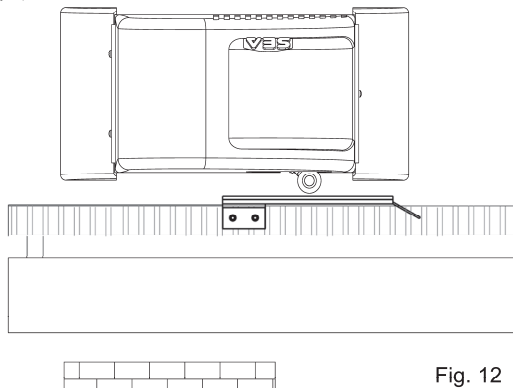
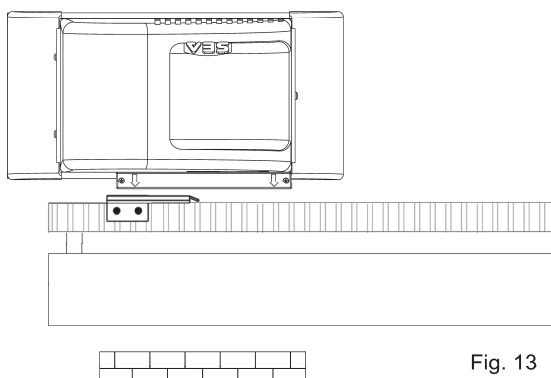

Fig. 12
Fig. 13
- 将限位开关撞块放在齿条，刚好碰到限位开关的位置上（图12）。如果是磁感应开关应将磁铁放在较前的位置以使其动作（图13）。